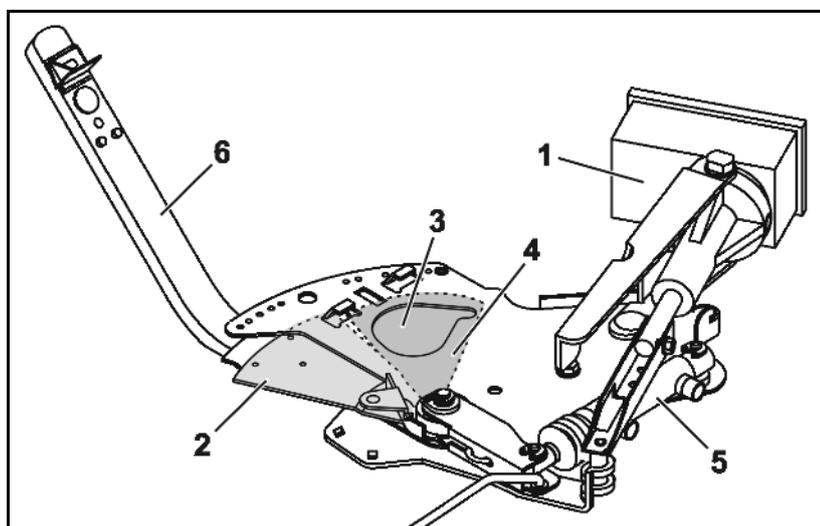

Fig. 22
- de manière électronique avec terminal de commande / l'ordinateur de bord. Les trappes de dosage (Fig. 22/2) commandées par des servomoteurs (Fig. 22/1) permettent d'ouvrir des sections de passage différentes (Fig. 22/3).
- manuellement par le biais du levier de réglage (Fig. 22/6) en réglant différentes largeurs d'ouverture des sections de passage (Fig. 22/4). La position de trappe requise est déterminée selon les données du **tableau d'épandage** ou à l'aide de la **disquette de calcul**.
Les trappes de fermeture (Fig. 22/4) permettent d'ouvrir et de fermer les sections de passage. Leur actionnement hydraulique peut se faire individuellement, selon l'équipement, (Fig. 22/5), par le biais